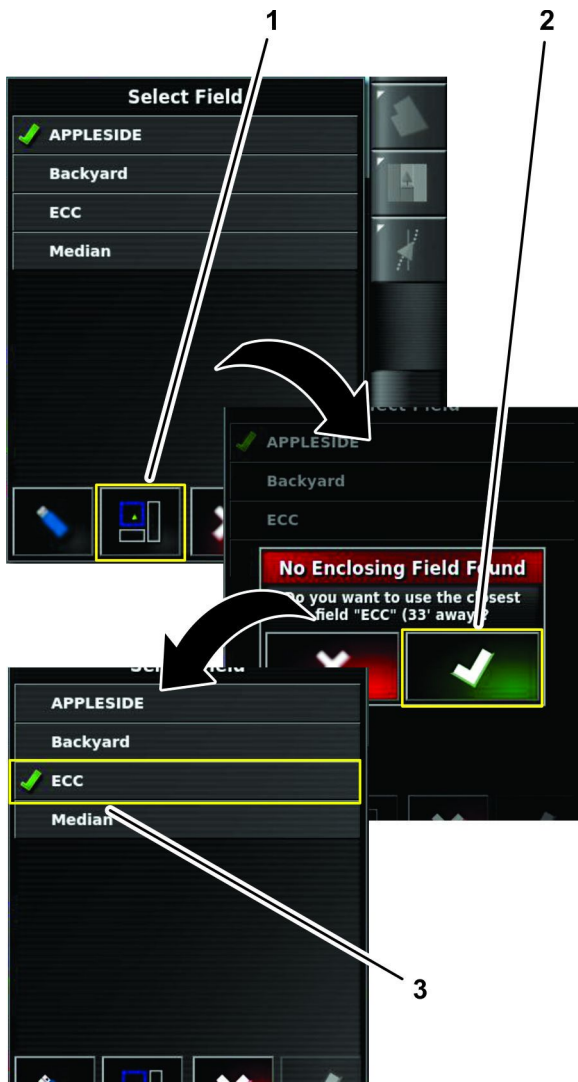

Figure 37
1. Dans la liste de sélection des champs, appuyez sur l'icône Limite de champ GPS le plus proche (Figure 37).
2. Appuyez sur l'icône de confirmation (Figure 37).